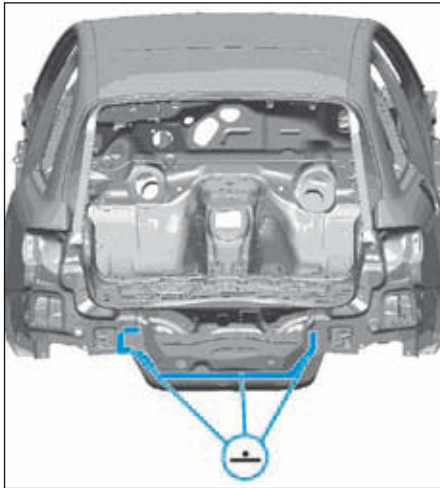

FIG. 146
- Ajuster et souder comme illustré (Fig.146).